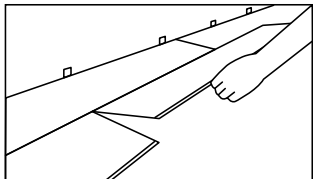
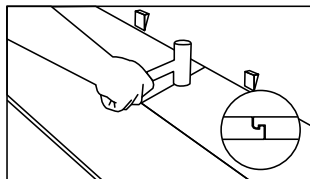

Fig. 5
Fig. 6
3. Inclinez l'extrémité longue de la planche suivante sur la deuxième rangée afin de la verrouiller sur la première rangée (fig. 5) tout en positionnant l'extrémité courte de la planche sur la rainure de la planche précédente. Emboîtez et frappez les joints ensemble avec un maillet en caoutchouc. (fig. 6)